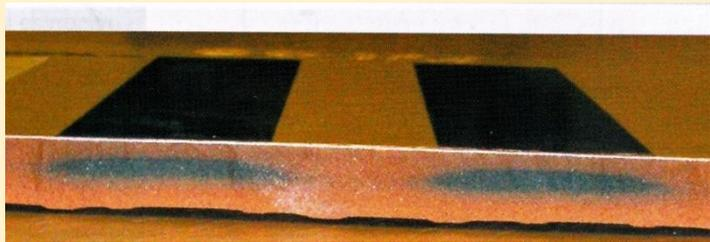

Figura 2. Baldosa con corazón negro provocado por plastones de serigrafía.
- Puede aparecer en zonas decoradas mediante plastones de tintas (figura 2) en las que se emplean polialcoholes como vehículo, ya que estos pueden ser absorbidos por el soporte aumentando su contenido en materia orgánica. Esto puede ocurrir en productos planos (por ejemplo baldosas) decoradas mediante serigrafía (*).